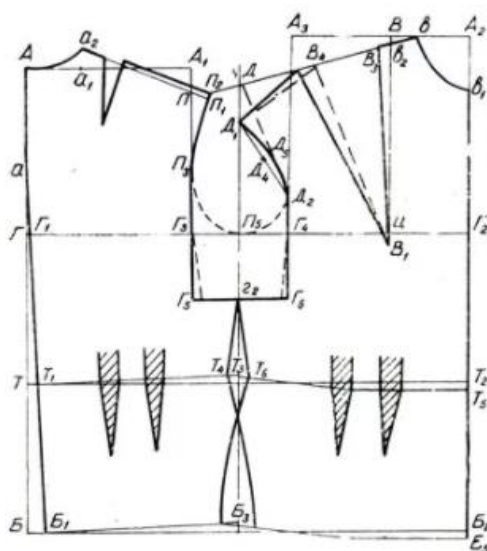

Рис.10.1- Чертёж конструкции жакета с квадратной проймой.
2. Используя чертёжные принадлежности, внести изменения в чертёж БК (рис.10.1).